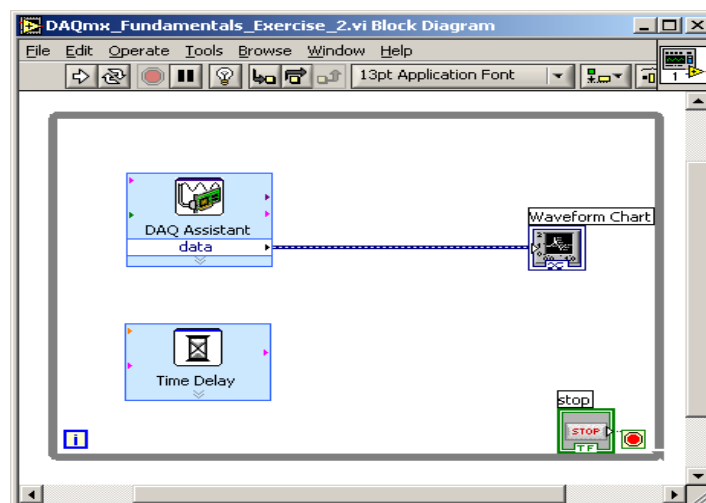

Figure 4. Exercice 2 Face arrière
6. Construire une face arrière similaire à celle montrée en Figure 4. Le VI **Time Delay** VI peut être trouvé dans la palette **Fonctions >> Contrôle d'exécution >> Time Delay**. Son but est de temporiser l'exécution de la boucle While.